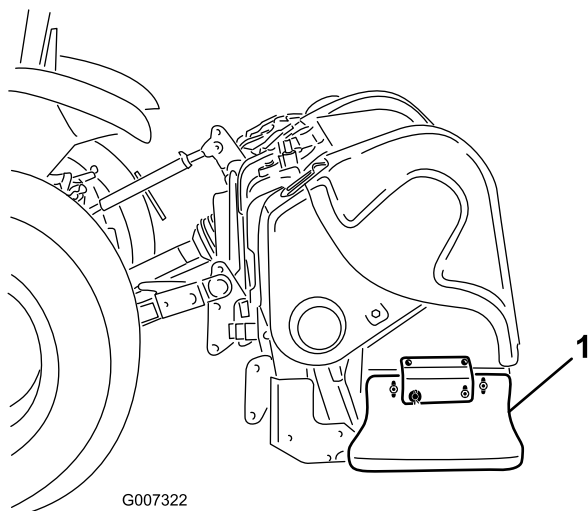

Figura 35
1. Solte os parafusos e as porcas que fixam o resguardo lateral à estrutura (Figura 35).